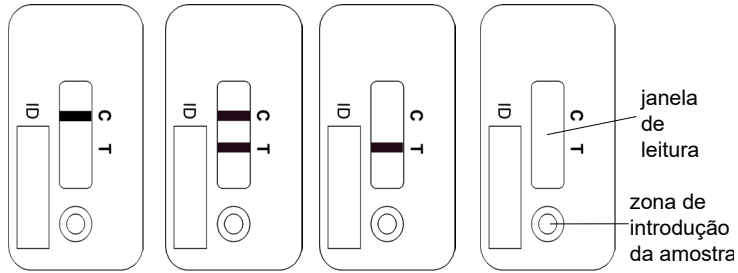

Figura 1A Figura 1B Figura 1C Figura 1D
- Em um resultado válido, a linha de controle (C) tem que ser sempre visível (ver figura 1A e figura 1B). É um teste de controle/validação que não pode ser usado para interpretar a linha de teste (T). Se a linha de teste (T) não for detectável após os 15 min de incubação (figura 1A), a concentração de anti-adalimumabe presente na amostra é inferior ao limite de detecção. Se a linha de teste (T) for detectável após os 15 min de incubação